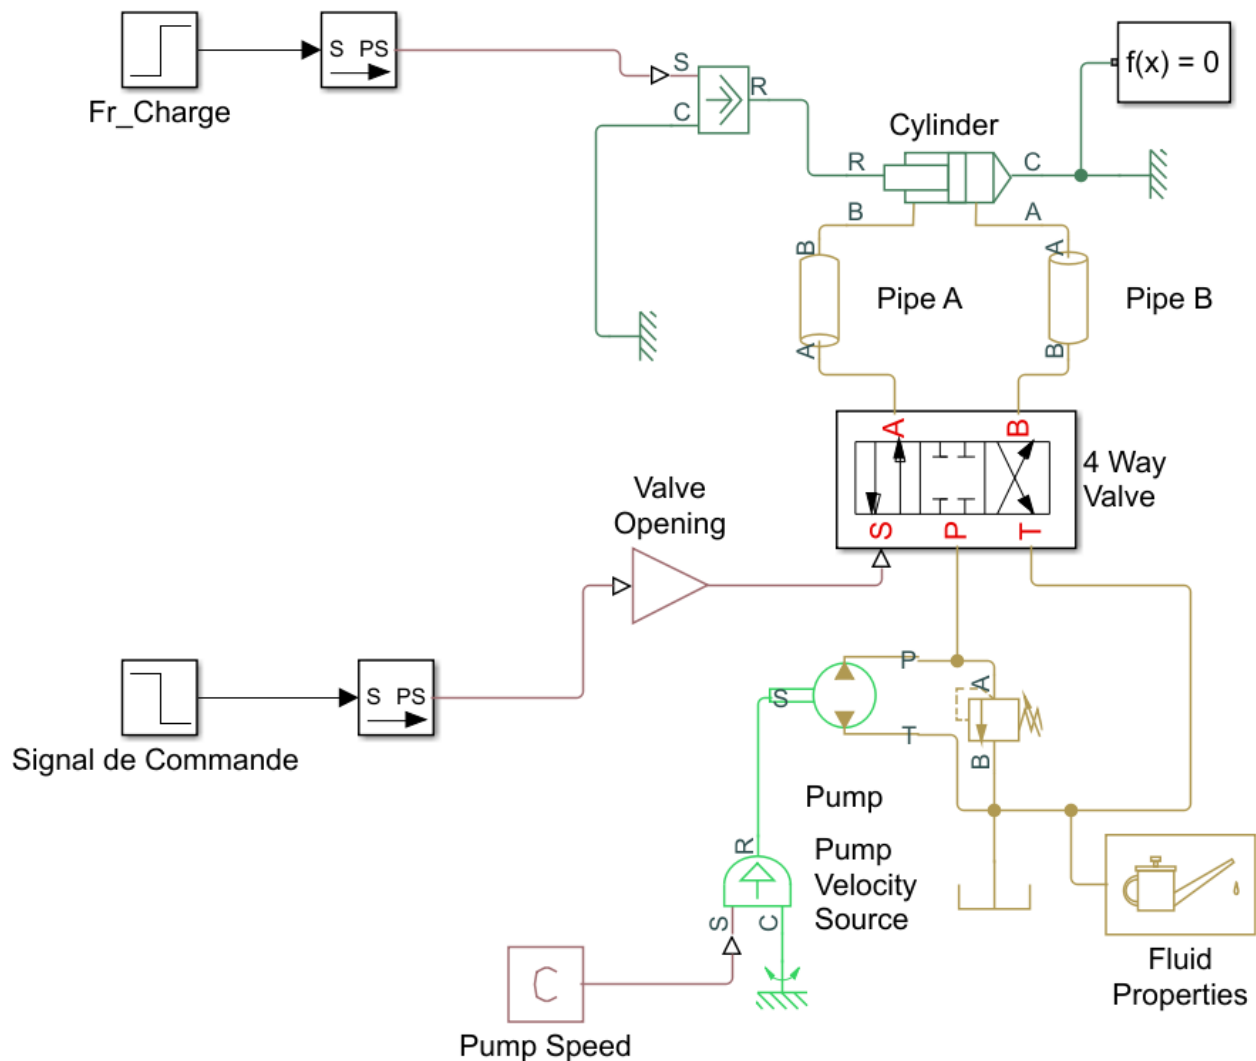

Figure 3 : Validation du fonctionnement du système hydraulique
1. Récupérer le fichier Partie_1_SH du schéma hydraulique de la Direction et le compléter, **selon la figure 3**, par le reste des composants hydrauliques (Simhydraulics). Les paramètres des composants sont dans le fichier Data_Hydraulic_Components.